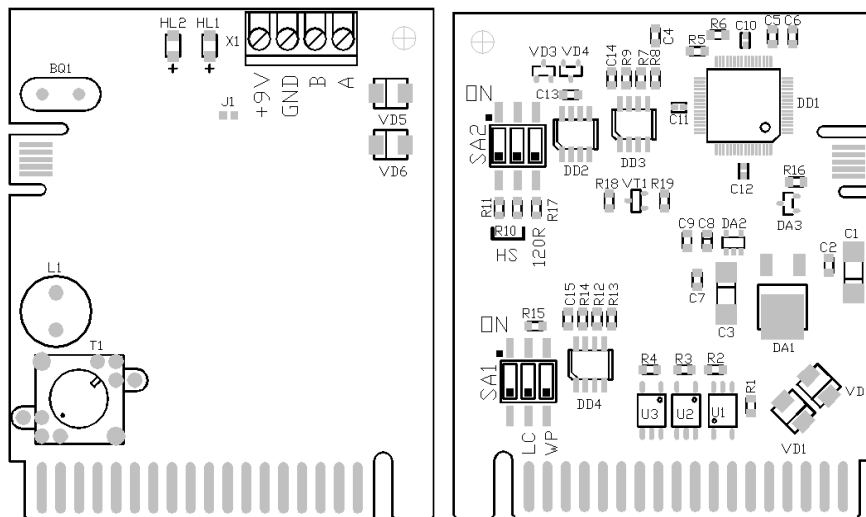

Рисунок 4.2. Лицевая и обратная сторона ПР RS485E
- установите переключатель SA2-3 (см. Рисунок 4.2) в положение, соответствующее месту данного узла в линии связи интерфейса RS-485: положение "ON", если узел завершает линию; противоположное положение, если узел является промежуточным узлом линии. Остальные переключатели установите в соответствии с таблицей (Таблица 4.1) и требуемой задачей. Неиспользуемые переключатели должны быть установлены в положение «OFF»;